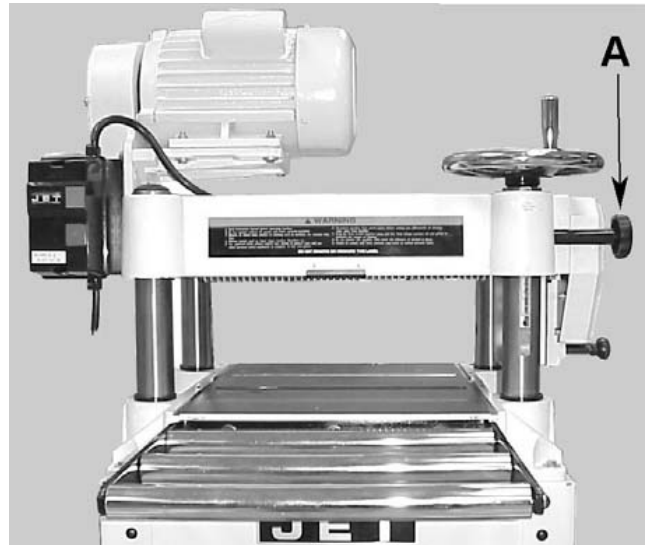

Рис. 35
Коробка скоростей находится с правой стороны станка прямо за фиксирующей рукояткой стола (A, Рис. 35). Коробка скоростей передает усилие от ножевого вала с ременной передачей к валу подачи. Двух скоростная передача, управляемая рукояткой (D), перемещает заготовку сквозь станок со скоростью от 4,87 до 6,10 м/мин. Положение рукоятки можно менять при включенном станке.
Перед началом регулировки высоты стола, ослабьте две фиксирующие ручки, одну с правой стороны блока ножевого вала (A, рис. 35), другую слева сзади.